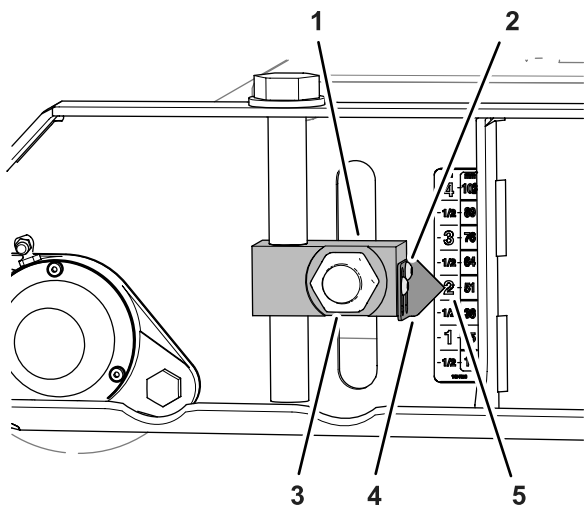
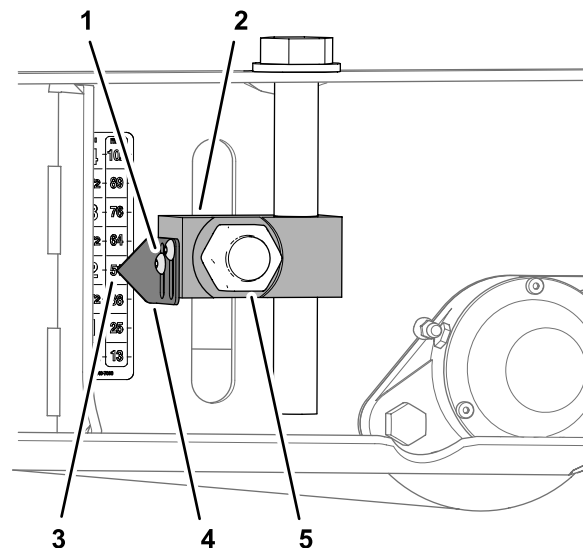

Bild 82
Bild 84
3. Lösen Sie die beiden Innensechskantschrauben, mit denen der Zeiger am Verstellblock befestigt ist, richten Sie den Zeiger auf die 51 mm Markierung auf dem Aufkleber aus und ziehen Sie die Schrauben wieder fest (**Bild 82**).
6. Lösen Sie die Innensechskantschrauben, mit denen die beiden Zeiger am Verstellblock befestigt sind, richten Sie die Zeiger auf die 51 mm Markierung auf dem Aufkleber aus und ziehen Sie die Schrauben wieder fest (**Bild 84**).
7. Ziehen Sie die vier Muttern, mit denen die Schnitthöheverstellungen (**Bild 82** und **Bild 84**) an den vorderen und hinteren Rollen befestigt sind, auf ein Drehmoment von 322 bis 396 N·m an.